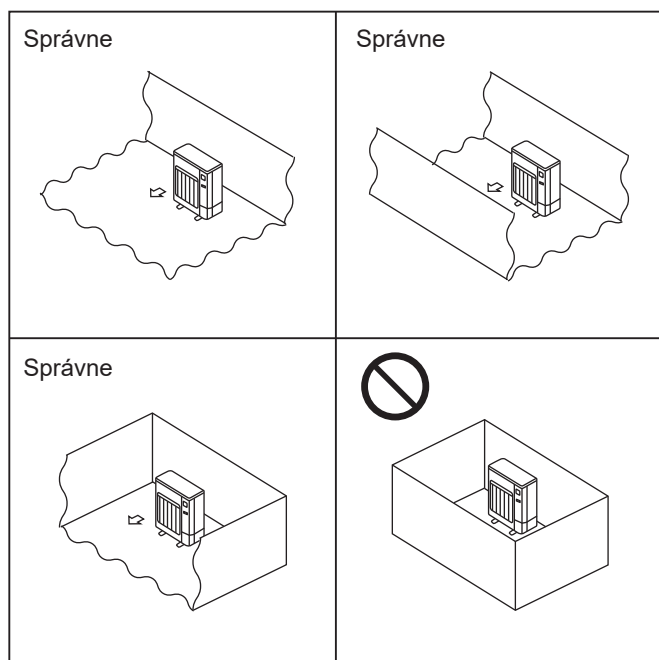

Fig. 2-1
- ⊙ Exteriérové jednotky inštalujte na miestach, kde je aspoň v jednom zo štyroch smerov voľný priestor a kde je dostatok miesta bez vytvárania výstupkov. (Fig. 2-1)